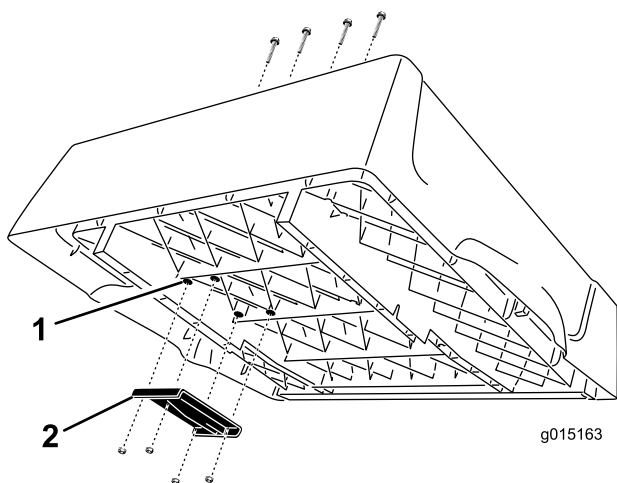

Figura 4
1. Localize as 4 bossas no lado inferior da caixa no lado direito (Figura 4). Utilizando um perfurador com uma broca de 3/8 pol., perfure cuidadosamente através das bossas para fazer quatro furos através da parte inferior da plataforma.
2. Monte o suporte de elevação superior na parte inferior da caixa com 4 parafusos de cabeça chata, parafusos Phillips (3/8 x 2-1/2 pol.) e porcas de bloqueio flangeadas (bloqueio Whiz) (3/8 polegada). Coloque o apoio (Figura 4).